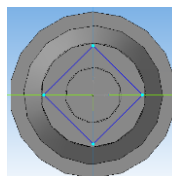

Рис.12
**Диаметр – 10; Угол – 45** нажать **Enter** и щелкнуть мышкой в центр координат (см. рис. 12).